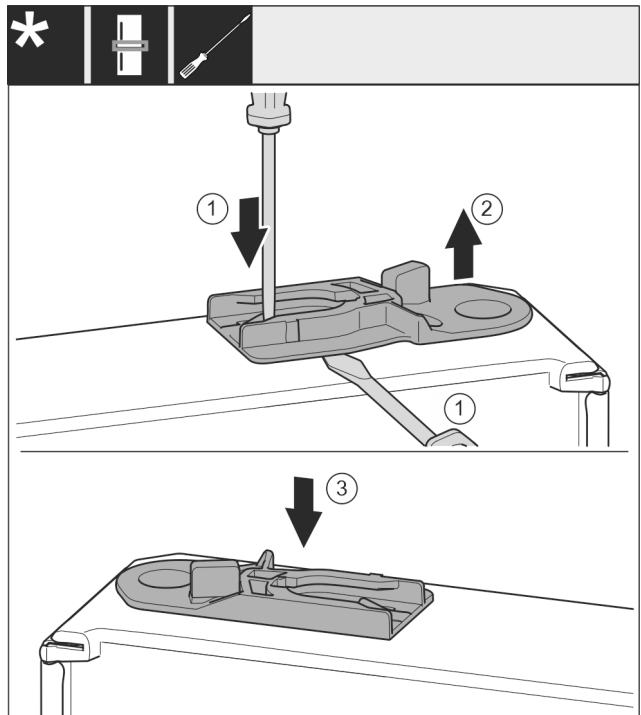

Fig. 34
- ▶ Витягніть направляюче гніздо: Натисніть шлицьовою викруткою накладку Fig. 34 (1) і одночасно підведіть її під направляюче гніздо Fig. 34 (2).
- ▶ Направляюче гніздо Fig. 34 (3), що входить до складу поставки, вставити з іншого боку корпуса.